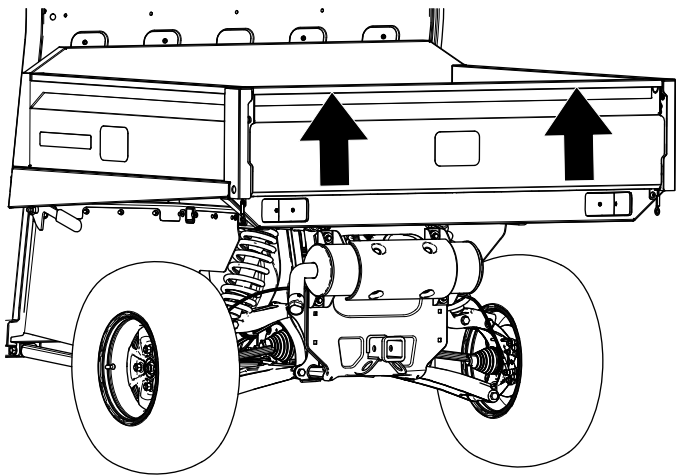

Figura 68
2. Eleve el portón trasero con las dos manos mediante el reborde cerca de la parte superior del portón trasero (Figura 68).